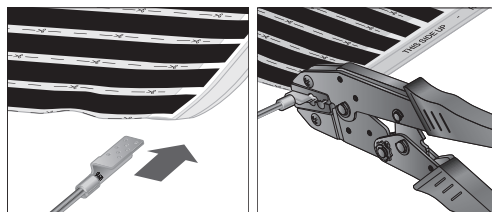

Fig. 8. Krymp terminaler på folien
11. Forbind terminalerne til varmefolien. (fig.8)